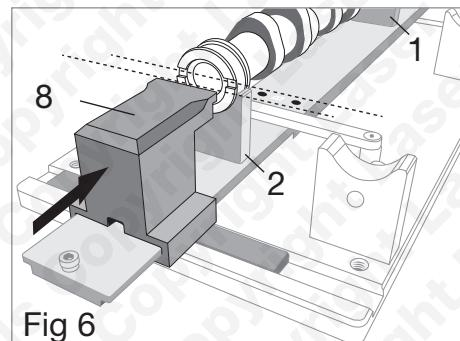

Fig 6
- Voir les Figures 6 et 7 pour les méthodes de blocage en position des arbres à cames d'admission et d'échappement (celles-ci sont fournies uniquement à titre indicatif et varieront en fonction de l'application moteur concernée).